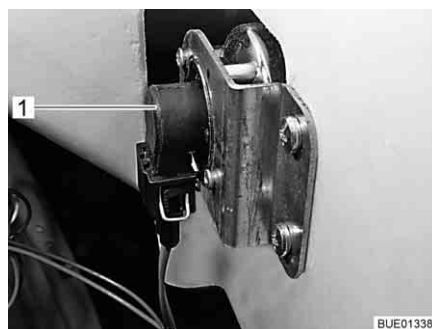

Bild 257 Körriktningsvisare
- Greppa tag bakom lamphållaren (Bild 257,1).
- Greppa tag bakom lampfästet (Bild 257,1).